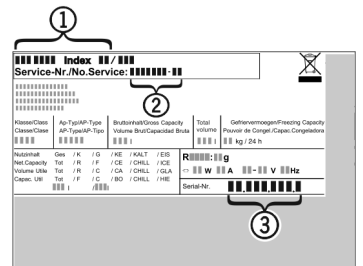

Fig. 12
- ▶ Apparaataanduiding Fig. 12 (1), servicenr. Fig. 12 (2) en serienr. Fig. 12 (3) van het typeplaatje aflezen. Het typeplaatje bevindt zich aan de linkerkant binnen in het apparaat.
- ▶ Contact opnemen met de Technische Dienst en het probleem, apparaataanduiding Fig. 12 (1), servicenr. Fig. 12 (2) en serienr. Fig. 12 (3) mededelen. Dit maakt een snelle en doelgerichte service mogelijk.